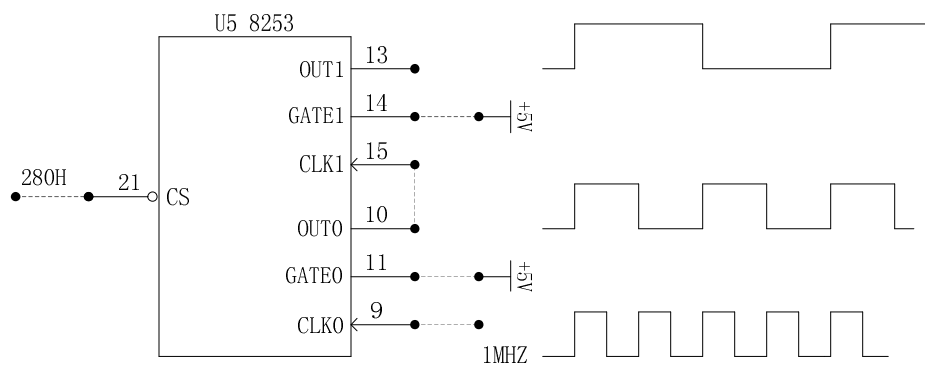

图3-2
2、按图3-2连接电路，将计数器0、计数器1分别设置为方式3，计数初值设为1000，用逻辑笔观察OUT1输出电平的变化(频率1HZ)。